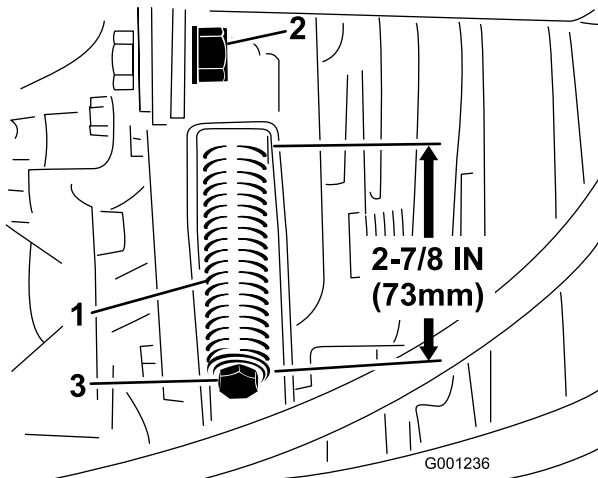

Figura 78
3. Allentate il controdadato dell'asta tendicinghia (Figura 78).
4. Stringete o allentate la molla tendicinghia (Figura 78) utilizzando una chiave da 1/2" (13 mm). Regolate la lunghezza della molla a 73 mm.
4. Allentate completamente la molla tendicinghia (Figura 78) utilizzando una chiave da 1/2" (13 mm).
6. Montate la nuova cinghia della PDF e tendete la molla della puleggia a 73 mm (Figura 78).
7. Serrate il controdadato (Figura 78) e chiudete il cofano.